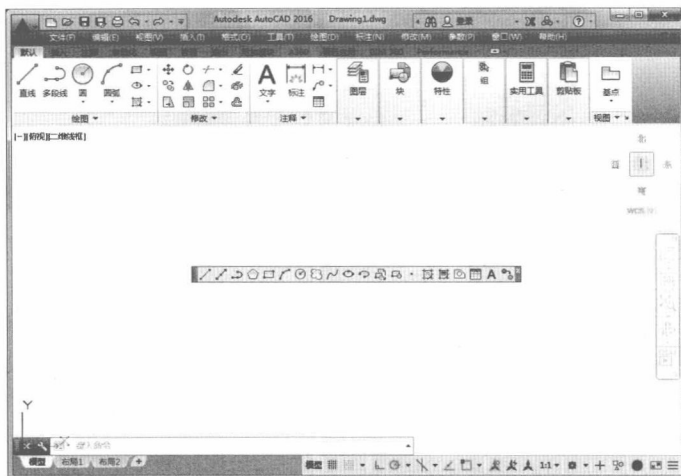

图 1-11 “浮动”工具栏
(2) 工具栏的“固定”、“浮动”与“打开”。工具栏可以在绘图区“浮动”显示(如图 1-11 所示),此时显示该工具栏标题,并可关闭该工具栏。可以拖动“浮动”工具栏到绘图区边界,使它变为“固定”工具栏,此时该工具栏标题隐藏。也可以把“固定”工具栏拖出,使它成为“浮动”工具栏。